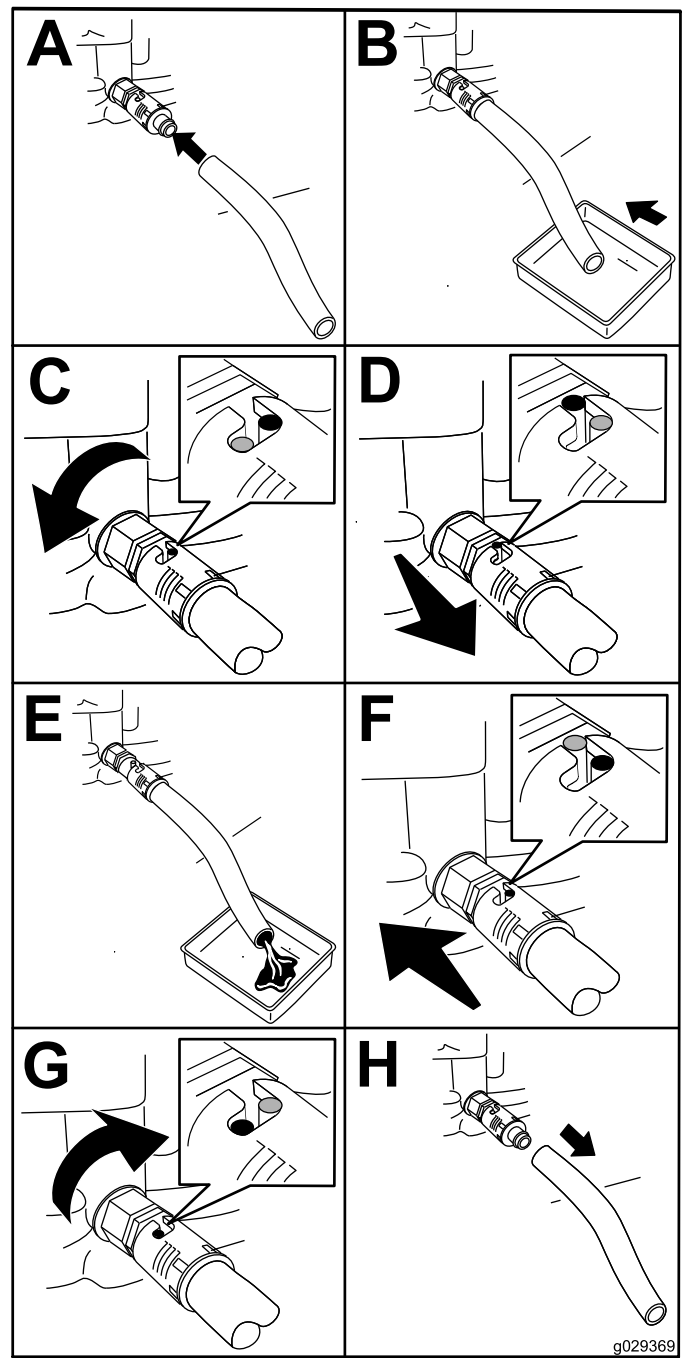

Figura 31
4. Instale la manguera de vaciado en la válvula de vaciado (Figura 31).
5. Coloque el otro extremo de la manguera en un recipiente apropiado para recoger el aceite (Figura 31).
6. Gire la válvula de vaciado de aceite 1/4 de vuelta en sentido antihorario para empezar a vaciar el aceite (Figura 31).
7. Cuando todo el aceite se haya drenado, cierre la válvula de vaciado de aceite 1/4 de vuelta en sentido horario para cerrar la válvula (Figura 31).